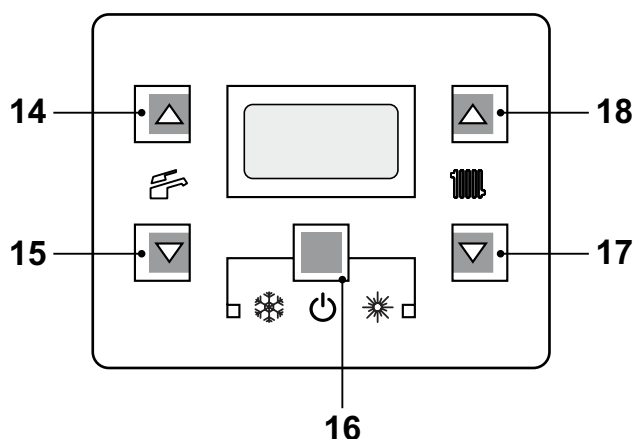
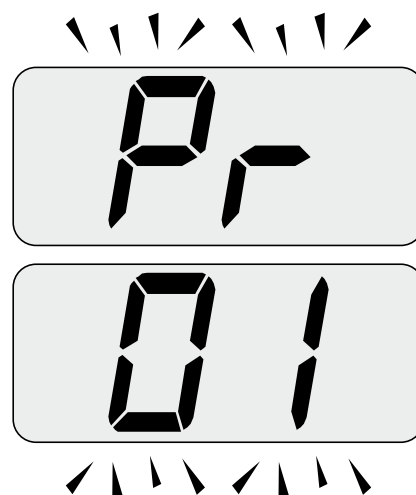
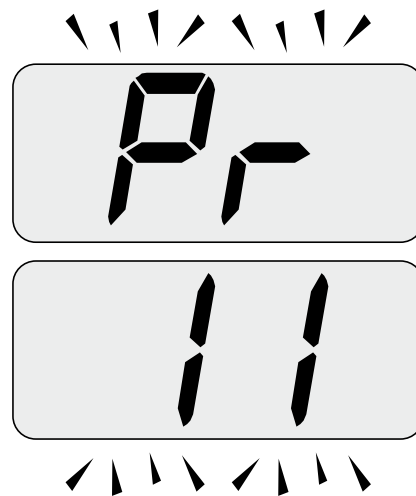
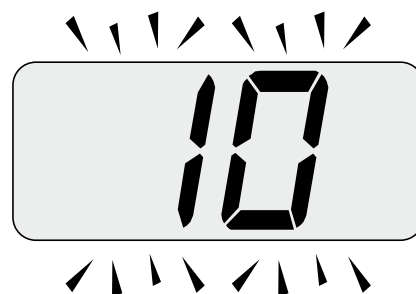

Figura 5.49
Figura 5.50
Figura 5.51
Figura 5.52
- Entrare in "modalità programmazione" premendo contemporaneamente per 10 secondi i tasti 16 - 17 - 18 (Figura 5.49 ) fino a far apparire sul display LCD le lettere **Pr** che si alternano con il codice **01**, indicanti l'entrata nel "parametro 01"(Figura 5.50 ).
- Scorrere i vari parametri utilizzando i tasti 17 o 18 fino a far apparire sul display LCD le lettere **Pr** che si alternano con il codice **11**, indicanti l'entrata nel "parametro 13"(Figura 5.51 ).
- Premere contemporaneamente i tasti 16 e 18 (Figura 5.49 ) fino a far apparire sul display LCD il valore del parametro 11 (10=60 secondi) (Figura 5.52 ).
- Premendo il tasto 16 (Figura 5.49 ) si ottiene la conferma del valore inserito.
- Premendo contemporaneamente i tasti 16 e 17 (Figura 5.49 ) si esce senza modificare il valore (ritorno alla lista parametri Figura 5.51 )
- Premendo contemporaneamente per 10 secondi i tasti 16 - 17 - 18 (Figura 5.49 ) si esce dalla "modalità programmazione".